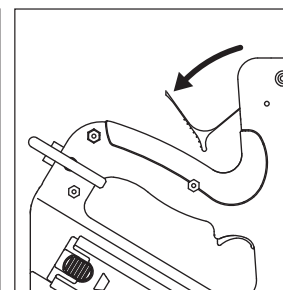

Figura 10
1. Tire hacia arriba la puerta de la célula de combustible e inclínela hacia afuera para abrirla. La puerta de la célula de combustible se abrirá hacia el mango de la herramienta (vea la Figura 10).